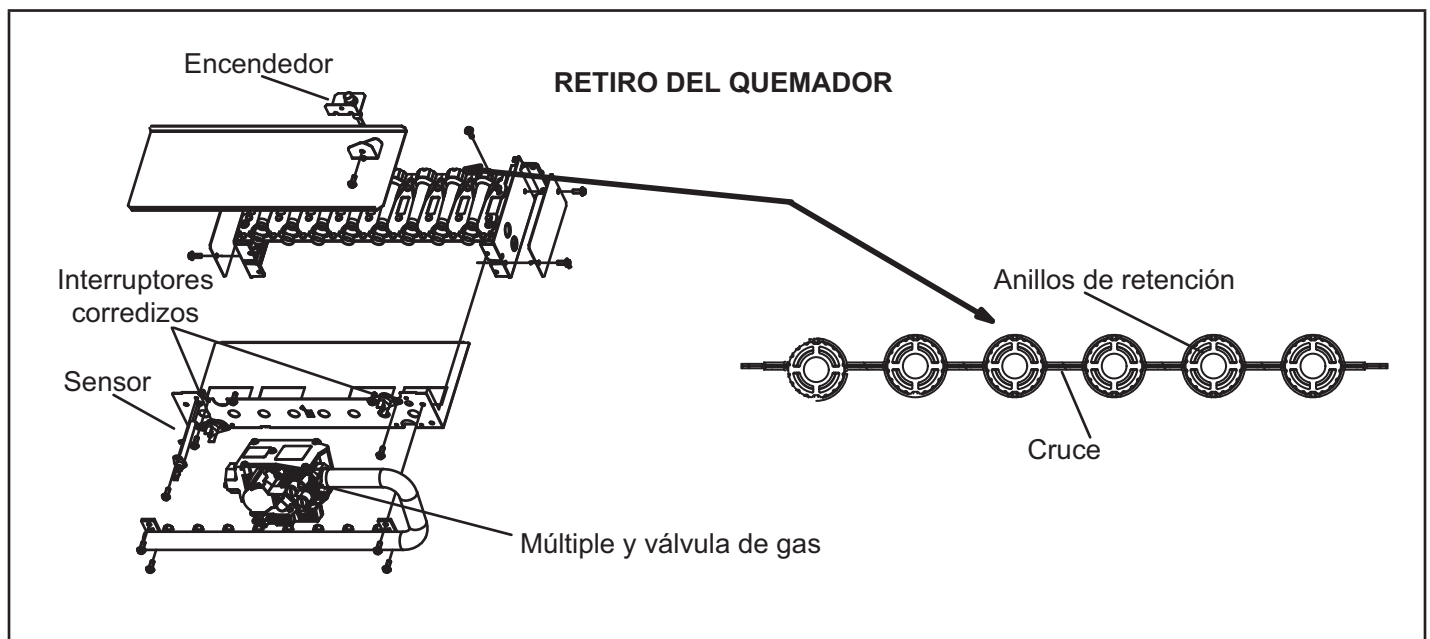

Figura 36
- 4- Para limpiar los quemadores, utilice una aspiradora con un cepillo blando sobre la superficie de los quemadores. Inspeccione visualmente dentro de los quemadores y cruces para detectar algún bloqueo causado por materias extrañas. Quite cualquier bloqueo. La Figura 36 muestra el detalle del quemador.